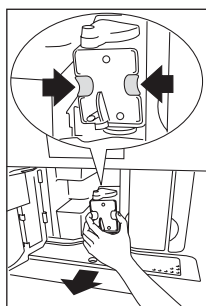

Fig. 39
- ▶ Pressione os dois botões vermelhos de libertação para dentro e, ao mesmo tempo, puxe a unidade de preparação para fora (Fig. 39).